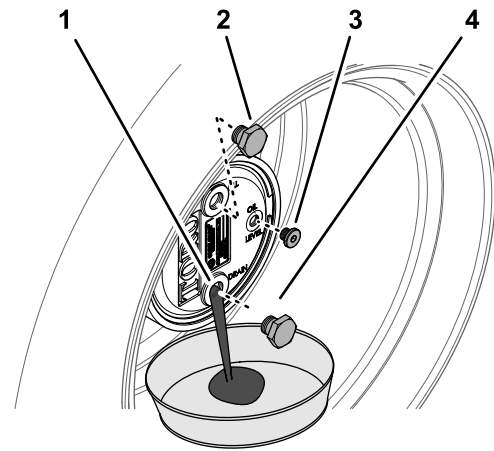

図 74
3. プラネタリハブの下にオイル回収容器を置き、6 時の位置にあるドレンプラグを外してオイルを抜く図 74。
5. プラネタリハウジングのドレン穴にプラグを取り付ける図 74。
2. 補給プラグが時計の 12 時を指し、点検プラグが 3 時の位置を指すようにマシンを駐車する図 74。